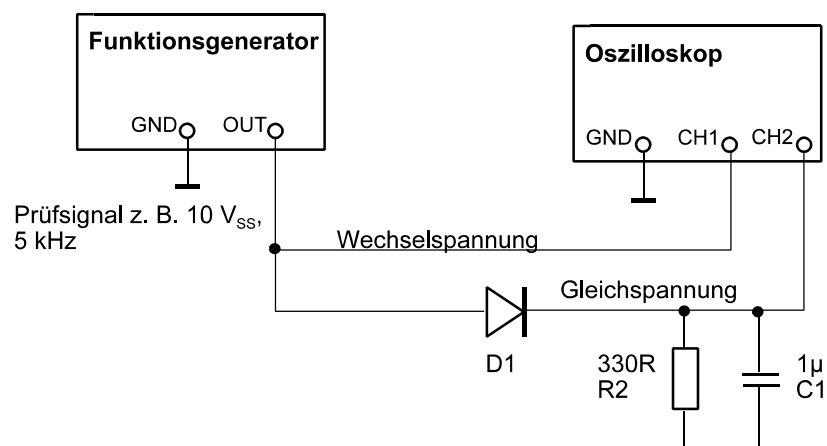

Abb. 2.1 Der grundsätzliche Versuchsaufbau.
Versuchsaufbau: Funktionsgenerator als Wechsellspannungsquelle, Oszilloskop zum Darstellen der Spannungsverläufe (Abb. 2.1).
- Gleichrichtwirkung bei geringer Eingangsspannung ($<$ typische Flußspannung). Zurück zum Aufbau von Abb. 2.1.